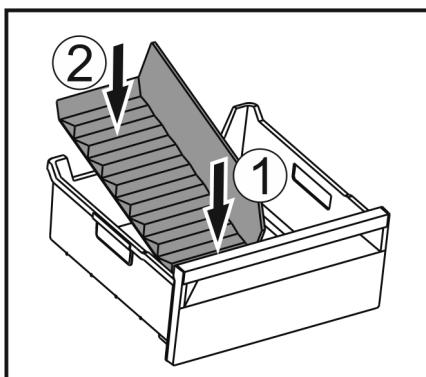

Fig. 71
- Поставете предната част на разделителя на отделението за лед. Fig. 71 (1)
- Спуснете задната част на разделителя на отделението за лед до дъното на чекмеджето. Fig. 71 (2)